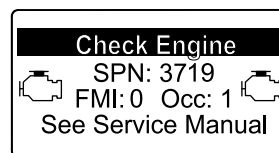

Рисунок 52
- Если потребуется восстановительная регенерация, инфо-центр отобразит предупреждение по двигателю SPN 3719, FMI 16 (Рисунок 52) и компьютер двигателя снизит его мощность до 85%.